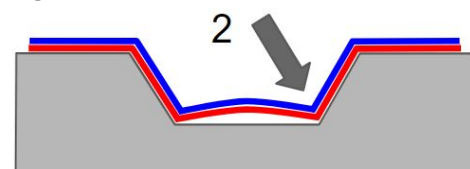

Fig.4
- 4) Ripetere il processo di applicazione alla seconda corrugazione come indicato in alto. Fig.4